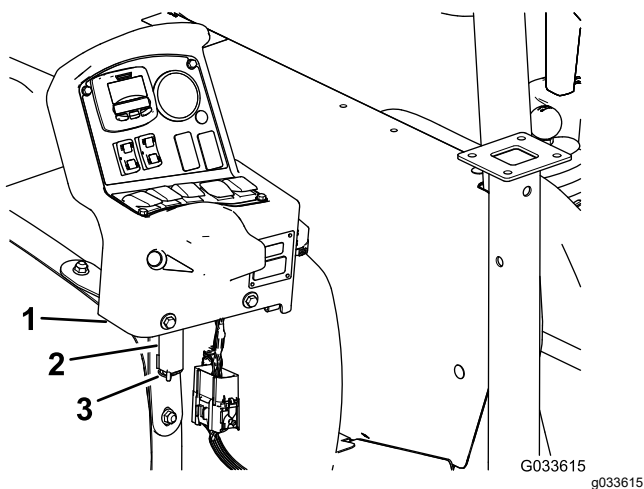

Figura 134
7. Retire la consola del soporte de montaje de la consola en el salpicadero de la máquina y alinee el pasador de giro de la consola de control con el soporte de almacenamiento del fleje delantero del depósito (Figura 134); consulte Instalación de la consola de control en la máquina (página 22).
8. Monte la consola en el soporte y sujete el pasador de giro al soporte con la chaveta (Figura 134).